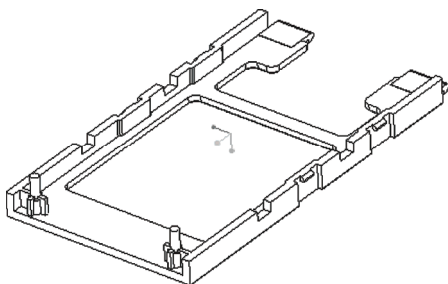

图 8-29 原始实体模型
1) 在“快速访问”工具栏中单击“打开”按钮，从本书配套光盘的“CH8”文件夹中选择素材文件“bc_8_pyjh.prt”打开。该文件中已存在的原始实体模型如图 8-29 所示。